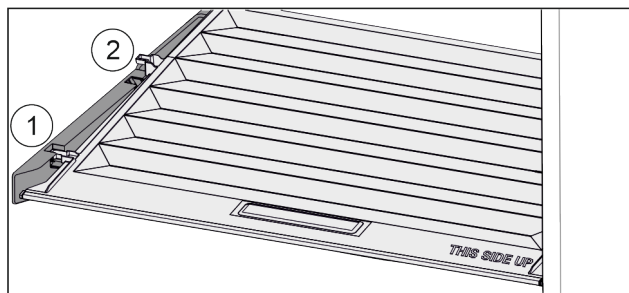

Fig. 101
- ▶ Poklopac do otvora u pridržnim dijelovima povucite prema naprijed Fig. 101 (1).
- ▶ Podignite ga odozdo sa stražnje strane i izvadite prema gore Fig. 101 (2).